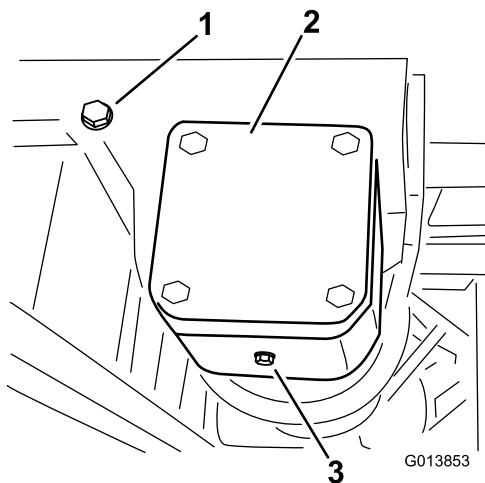

Figure 68
2. Placez un bac de vidange sous le bouchon de vidange du boîtier d'engrenages (Figure 68).
3. Retirez le bouchon de remplissage/contrôle de niveau et le bouchon de vidange (Figure 68) pour permettre à l'huile de s'écouler dans le bac.